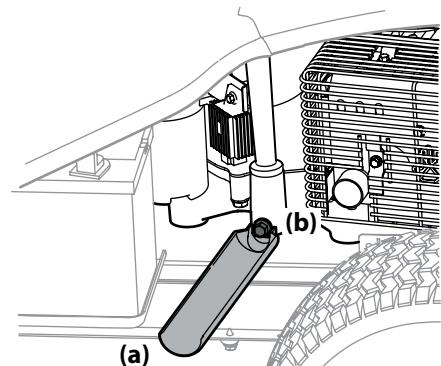
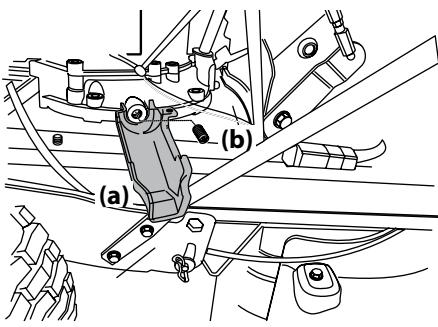

Figura 4-4
Figura 4-5
5. Encage a presión el extremo pequeño del manguito de drenaje de aceite (a) en el espacio previsto alrededor del tapón de drenaje de aceite (b). Consulte la Figura 4-4 o la Figura 4-5 para los dos posibles manguitos de drenaje de aceite y consulte la imagen correspondiente para su cortacésped.